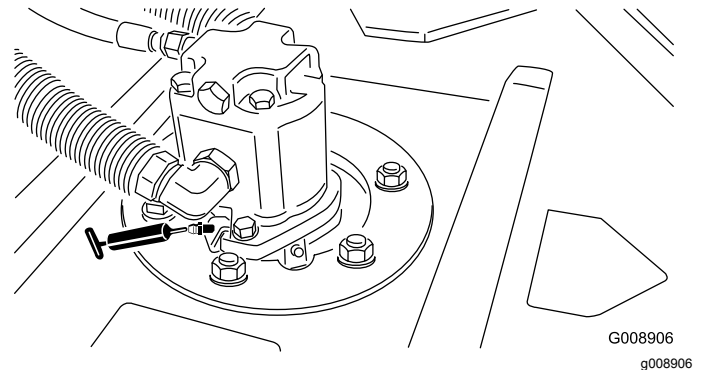

Figura 43
- 2 (per apparato di taglio) cuscinetti dell'asse del fusello dell'apparato di taglio (Figura 43)